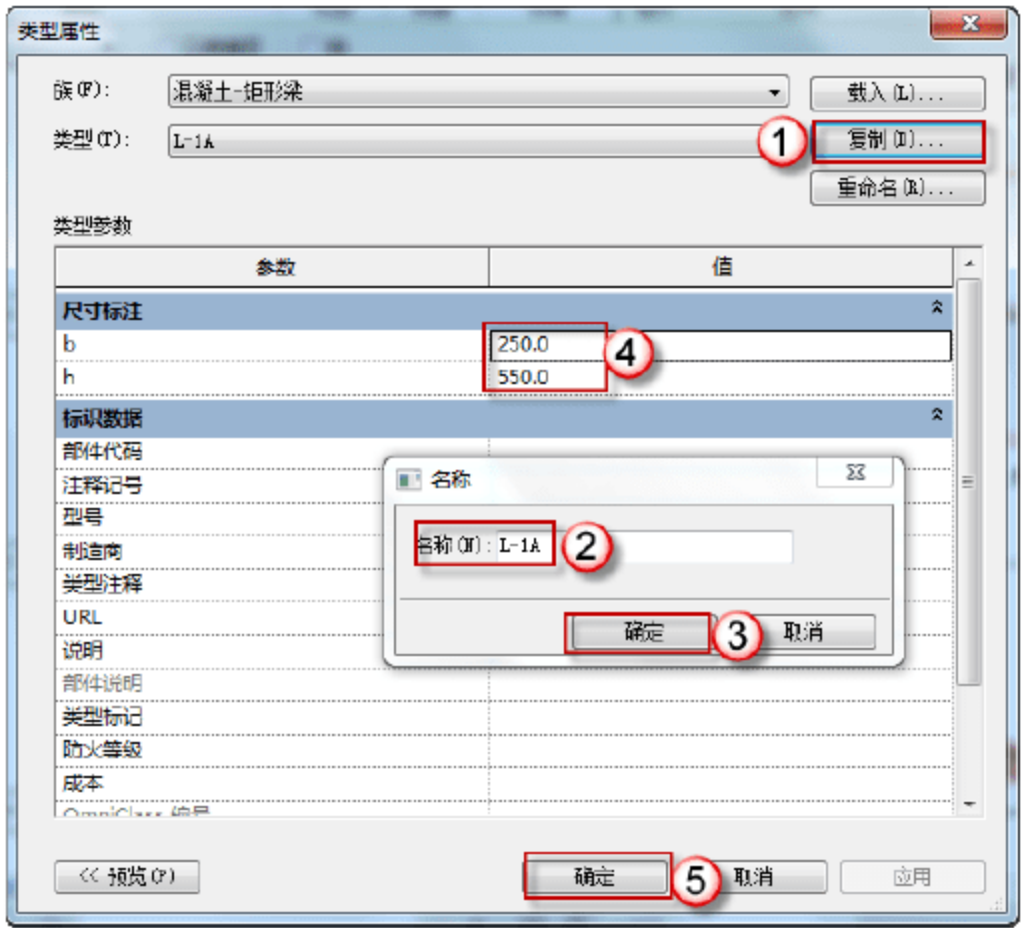

图 3.2.42 编辑 L-1A 信息
(20) 设置 L-1A。选择“结构”→“梁”→“编辑类型”命令，在弹出的“类型属性”对话框中，单击“复制”按钮，在弹出的对话框中输入 L-1A，单击“确定”按钮。在“尺寸标注”栏中输入 b、h 的尺寸，单击“确定”按钮，如图 3.2.42 所示。